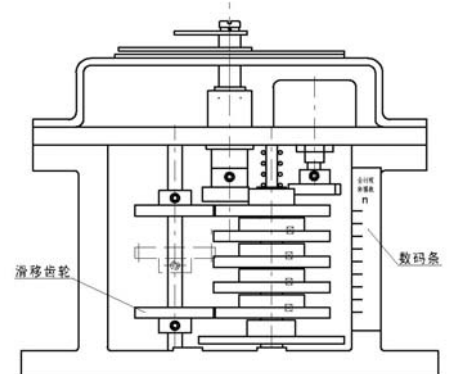

图 4
求，将滑移齿轮移动到数码条中对应的档位范围并紧固牢靠。见图 4
① 应注意电位器旋向的确定，错误的旋向会损坏该件。面对指针观察，电位器（开或关）的旋向应与指针（开或关）的旋向相同。
② 位置指示机构为 T-MDPI 时，滑移齿轮不得同时与两组齿轮啮合，否则会导致该机构损坏！见图 4
③ 位置指示机构为 T-MDPI 时，滑移齿轮调整定位的档位应不小于并接近需要转圈数！见图 4